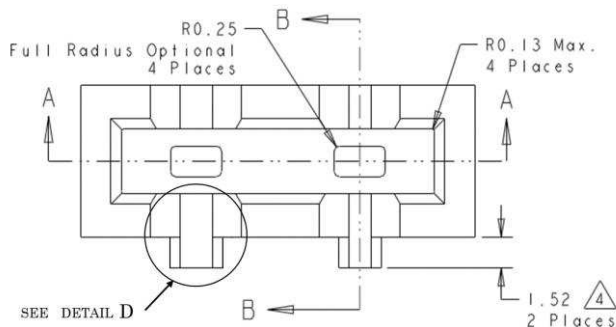

Fig.3 (1/6)
④ 自動挿入機を使用する際ハウジングにワイヤ・トリム・サポートがついていること。手動挿入機を使用する際にはハウジングにワイヤ・トリム・サポートがついていなくてもよい。(Fig.3 参照)
6. 電線仮固定の為、ワイヤ・トリム・サポート側ハウジング端にコントロールド・フラッシュをつけてもよい。(Fig.3 参照)